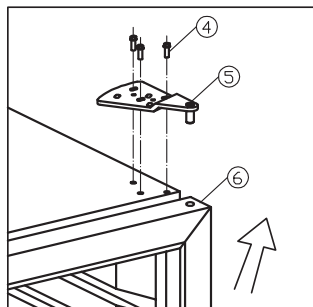
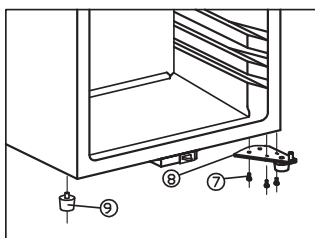

fig. 7.2
fig. 7.3
- Støtt døren mens du løsner og fjerner topphengslet, før du løfter av døren. Se fig. 7.2
- Monter av bunnhengslet (8)
- Monter av den høyre kabinettfoten (9) fra venstre side og monter den igjen på motsatt side. Se fig. 7.3